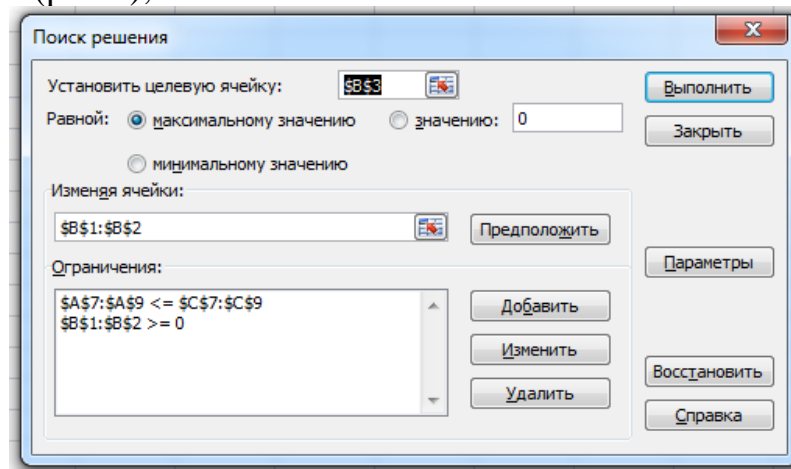

Рис. 8
- 11) щелкните кнопку ОК. Вы окажетесь в исходном окне. Теперь все готово для работы алгоритма поиска решения. Нажмем кнопку *Выполнить*. (рис.8);